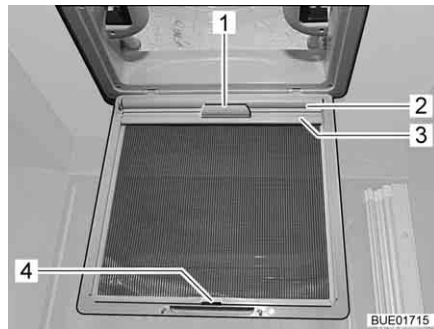

Fig. 86 Oscurante a rullo
- Tirare l'oscurante a rullo (Fig. 86,2) dalla maniglia (Fig. 86,1) e agganciare il listello di supporto (Fig. 86,3) ai ganci (Fig. 86,4) sulla protezione contro gli insetti.
- Staccare il listello di supporto (Fig. 86,3) dai ganci (Fig. 86,4) e ricondurre lentamente l'oscurante a rullo (Fig. 86,2) sulla maniglia (Fig. 86,1).